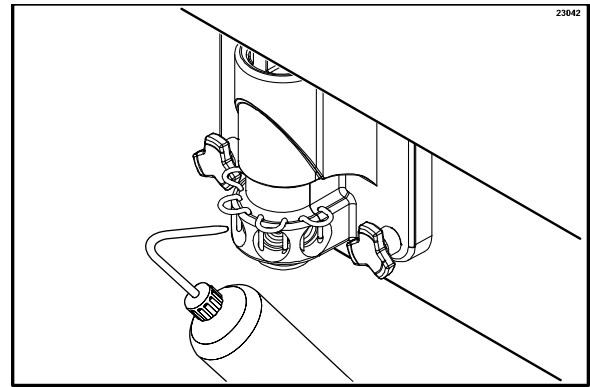

Abbildung 57
13. Die Spülflasche mit Reinigungslösung füllen. Einen Eimer unter den Frontverschluss halten. Das Röhrchen der Spülflasche nacheinander in die Sirupanschlüsse einführen und die Flasche kräftig zusammendrücken. Dadurch wird die Flüssigkeit aus dem benachbarten Anschluss heraus und am Kreisel entlang nach unten gepresst. Führen Sie diesen Vorgang an jeder Anschlussöffnung mindestens 10 Sekunden lang durch. (Siehe Abbildung 57.)